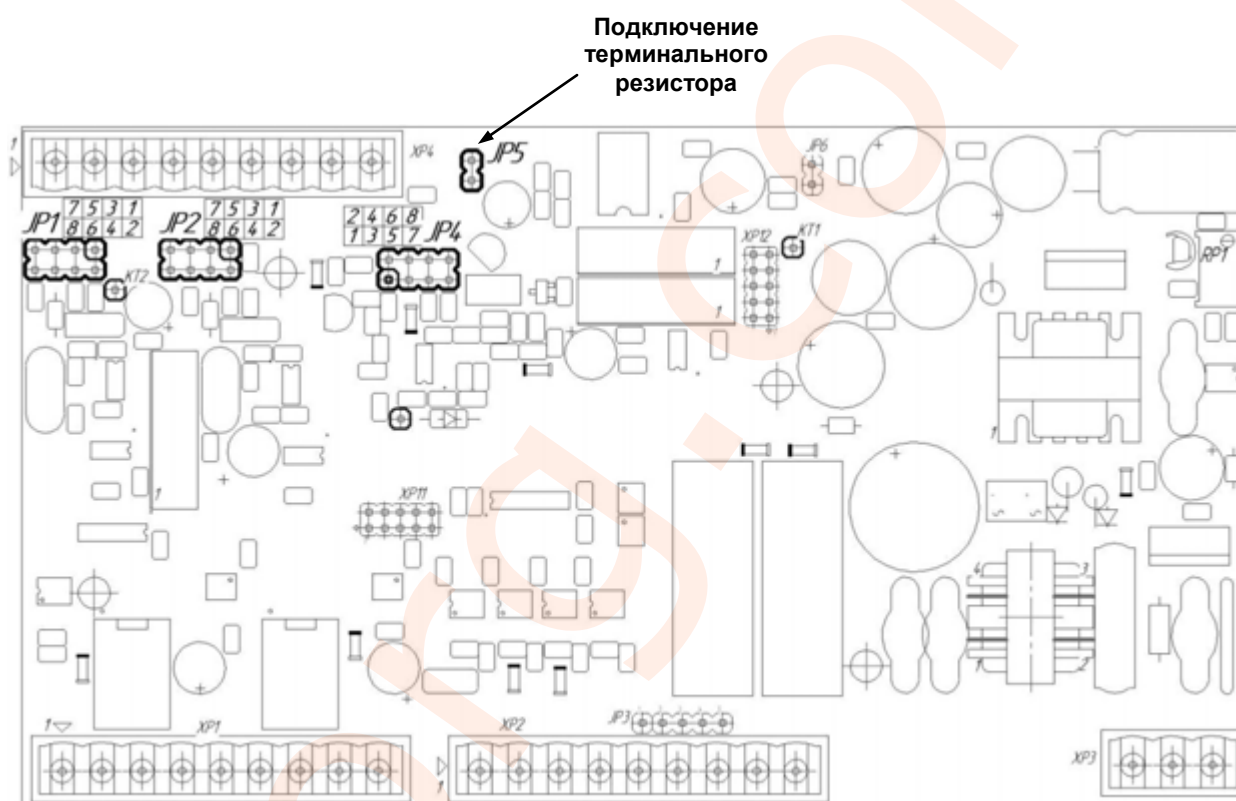

Рисунок 4.2 – Положение перемычек на плате входов БРУ-110Н
- установить положение переключателей на модуле универсальных входов в положение согласно выбранному типу входного сигнала БРУ-110Н (таб. 4.1, рис. 4.2).
Диапазон изменения выходного аналогового сигнала АО устанавливается переключками JP4 (см. рисунок 4.2) на модуле универсальных входов/выходов. Типы выходного сигнала и соответствующие положения переключателей приведены в таблице 4.2